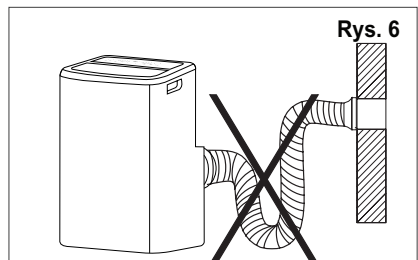

Rys. 4
3. Zamocować element przejściowy A w urządzeniu A (rys. 4).